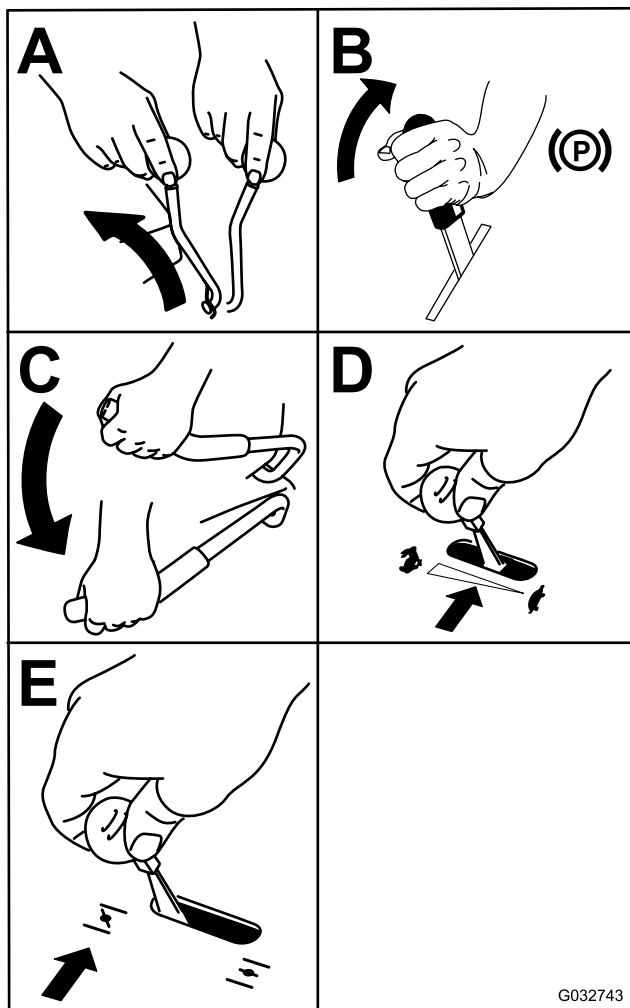

Figura 23
3. Mueva la palanca de la TDF a DESENGRANADO (Figura 23).